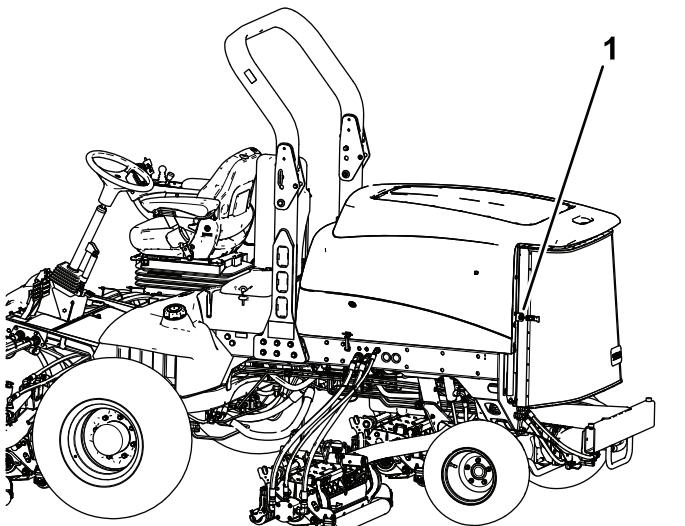

図 75
- 後部スクリーンのラッチを外してスクリーンを開く図 75。